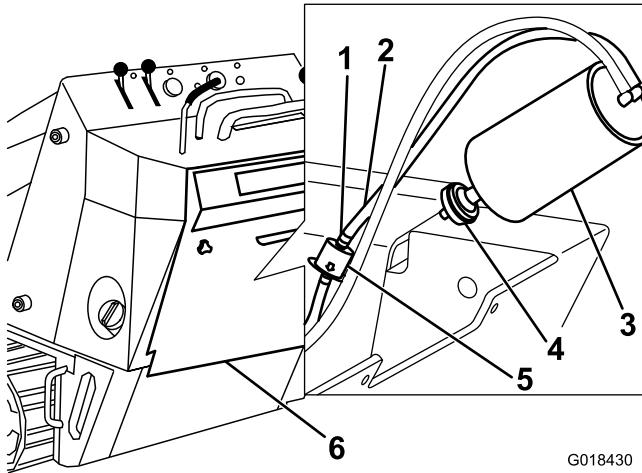

Bild 31
3. Entfernen und entsorgen Sie Luftfilter (Bild 31).
4. Setzen Sie einen neuen Filter in den Aktivkohlefilter ein (Bild 31).
3. Schieben Sie die gefederten Schlauchklemmen an beiden Seiten des Aktivkohlefilters der Entleerungsleitung vom Filter weg (Bild 31).
4. Entfernen und entsorgen Sie den Entleerungsleitungsfilter (Bild 31).
5. Setzen Sie einen neuen Filter in den Schlauch ein; der Pfeil am Filter sollte zum Aktivkohlefilter zeigen; befestigen Sie ihn mit den Schlauchklemmen (Bild 31).